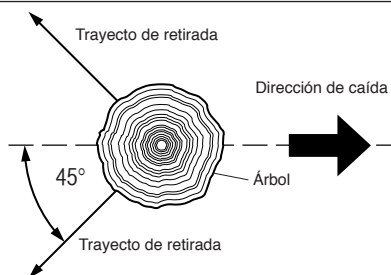

Figura 9- Trayecto de retirada de un árbol
3. Planee y despeje un trayecto de retirada para el momento de la caída. Éste debe ser en sentido contrario al de la caída del árbol y a un ángulo de 45° (vea la Figura 9, en la página 29).